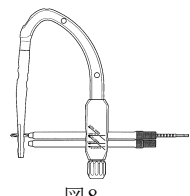

図8
- 6) ターゲットデバイスにディスタルスクリュー用ドリルスリーブを組付けたディスタルスクリュー用スリーブを装着し、ディスタルスクリュー用ドリル (L) を通し、ネイルのディスタルスクリューホールに干渉しないで通過することをチェックします。(図8)